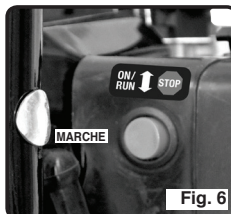

Fig. 6
2. Déplacez l'interrupteur d'allumage, en position de marche (ON) (Voir Figure 6)
2. Déplacez et maintenez l'interrupteur d'allumage en position d'arrêt (stop). (Voir Figure 6)